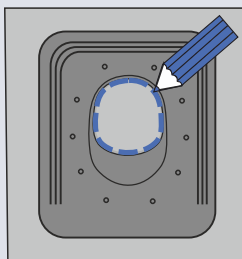
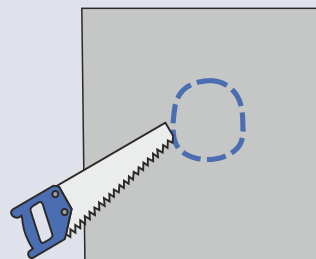

Рис.1
Рис.2
3. Перед установкой трубы приложите проходной элемент к кровельному покрытию (рис. 1), разметьте по внутреннему диаметру проходного элемента окружность и вырежьте отверстие (рис. 2) при помощи специализированного инструмента.